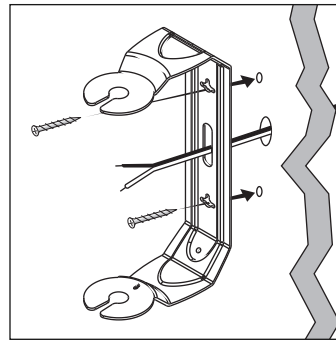

FIGURA 12: Passe o cabo da caixa acústica da parede através do orifício para cabo do suporte para facilitar a instalação.
9. Se for passar o cabo da caixa acústica através de um orifício na parede atrás do suporte, passe primeiro o cabo através do orifício no suporte antes de instalar o suporte [figura 12].